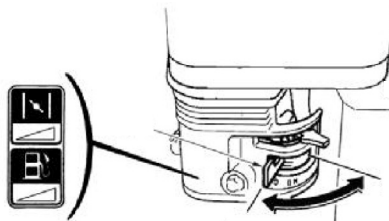

Fig. 6.2
- 3 Chokehebel (8) nach links auf „ GESCHLOSSEN“ stellen. (Abb.6.2)
- 3 Set the choke lever (8) to the left to “CLOSED”. (Fig. 6.2)